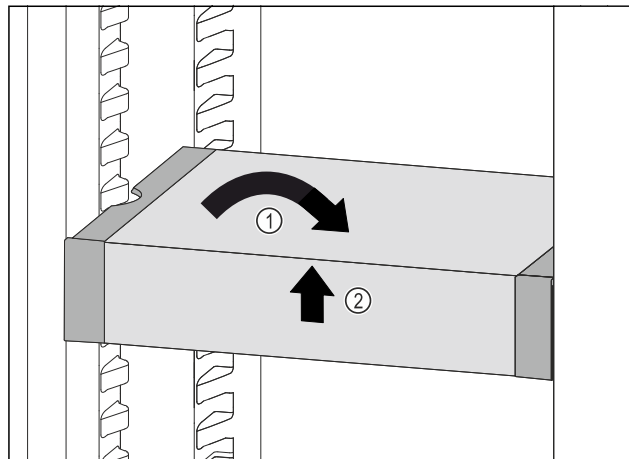

Fig. 115
- ▶ Изправете VarioSafe. Fig. 115 (1)
- ▶ Повдигнете VarioSafe отпред. Fig. 115 (2)